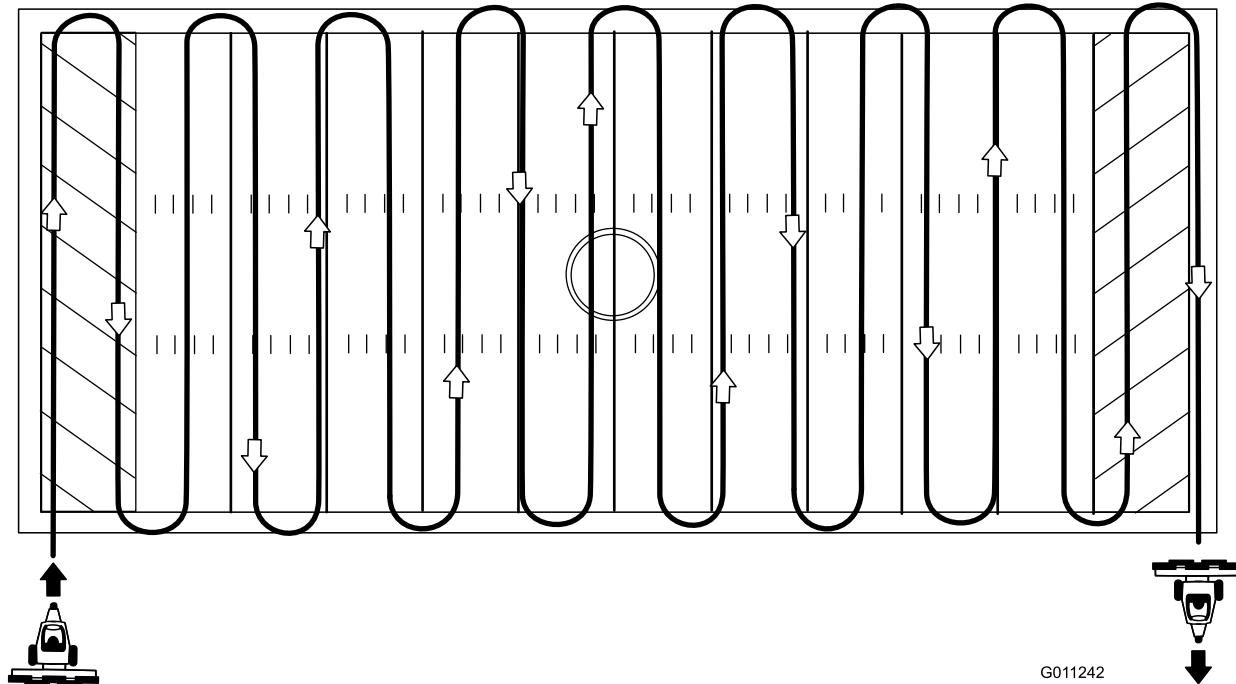

Figure 13
- Le parcours de brossage recommandé pour les terrains de sports est illustré à la Figure 13.